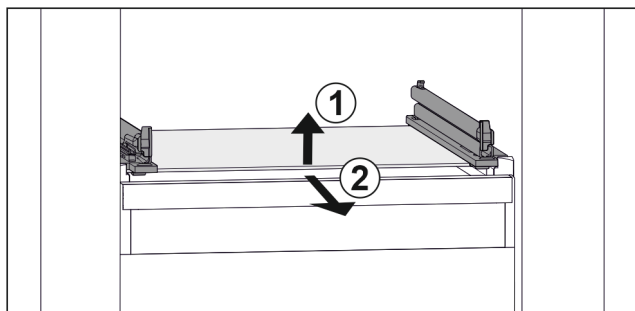

Fig. 109 Reprezentare exemplificativă a plăcii de sticlă
- ▶ Ridicați placa de sticlă din față. Fig. 109 (1)
- ▶ Extrageți placa de sticlă spre înainte. Fig. 109 (2)